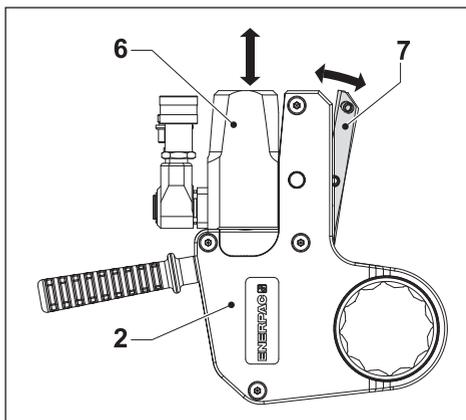

图 4
3.3.1 拆下驱动盒 (图 4 和 5)
(图 4 和 5)